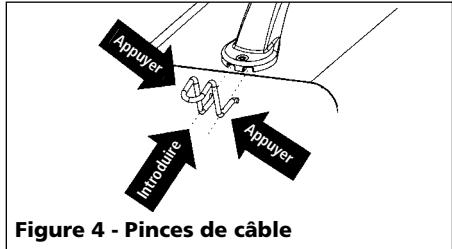

Figure 4 - Pinces de câble
- Introduire les pinces de câble en appuyant vers l'intérieur sur le côté des pinces et poussant dans les fentes sur la face du manche tel qu'indiqué sur la Figure 4. Répéter pour le côté opposé du manche.